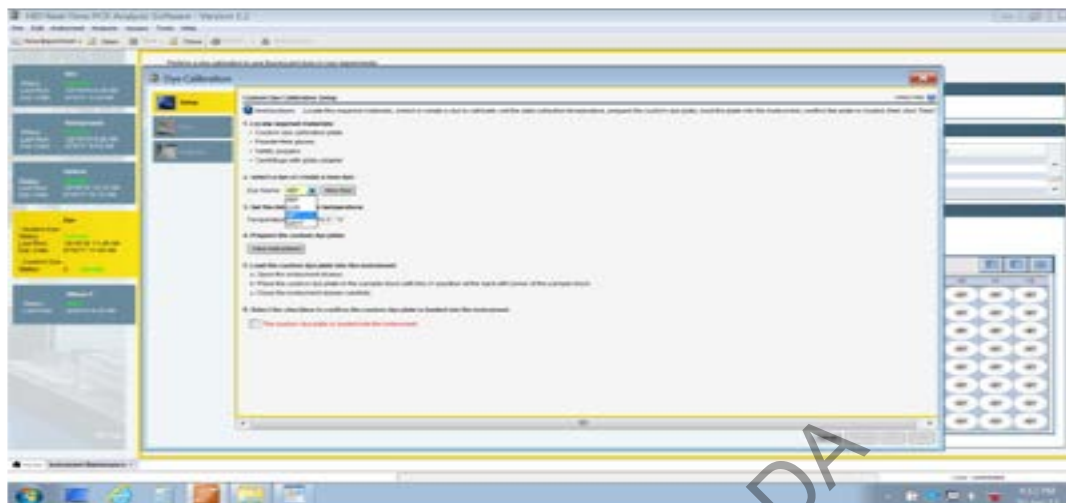

Figura 28. Pantalla con las opciones de calibración *Mustang purple*, ubicado en la lista desplegable *Dye name*
**7.4.4.12** Seleccione el fluorocromo de interés, por ejemplo **MP** de la lista desplegable **Dye Name** e introduzca la placa respectiva al equipo. (figura 28)